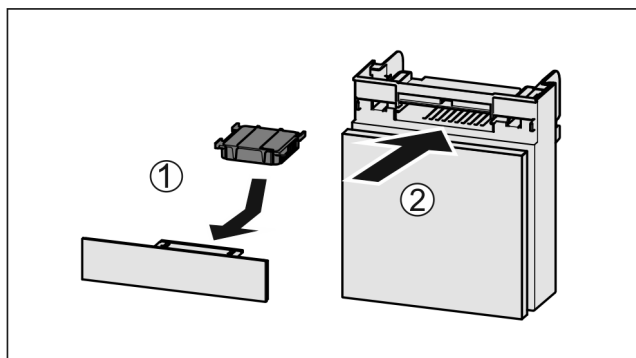

Fig. 118
- ▶ 按图装入 Fig. 118 (1) 活性炭过滤器。
- ▶ 推入 Fig. 118 (2) 抽屉。